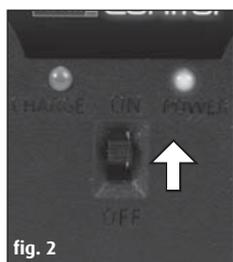

fig. 2
- Tænd for fjernstyringen, Power-LED'en lyser rødt (fig. 2).